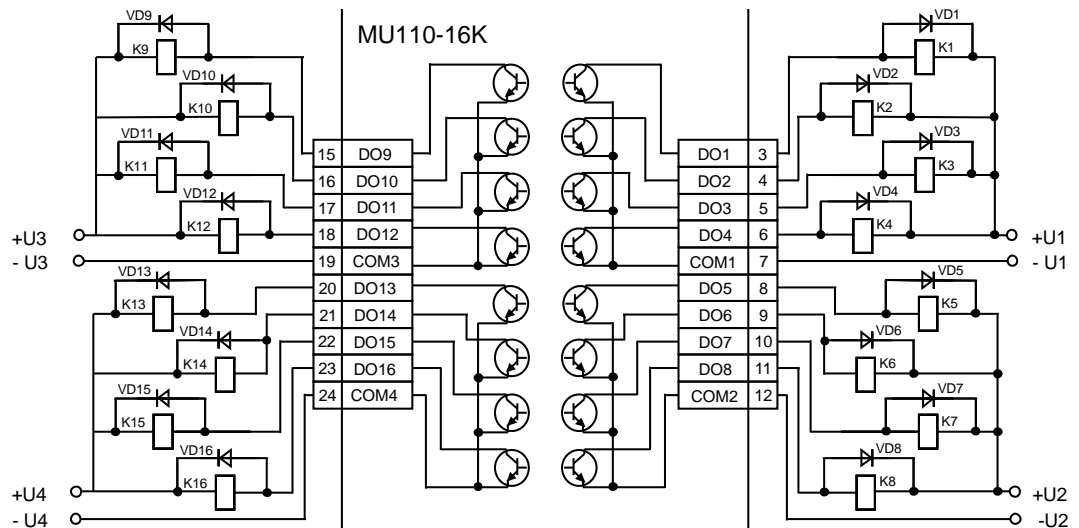

Abb. 4.3 Anschluss der Ausgänge MU110-16K
- Für den Schutz des Ausgangstransistors bei induktiver Last an einem NPN-Ausgang ist es empfohlen eine Diode VD (100 V, 1 A) anzuschließen (siehe Abb. 4.3).
Für den Schutz des Ausgangstransistors bei induktiver Last an einem NPN-Ausgang ist empfohlen eine Diode VD (100 V, 1 A) anzuschließen (siehe Abb. 4.3).